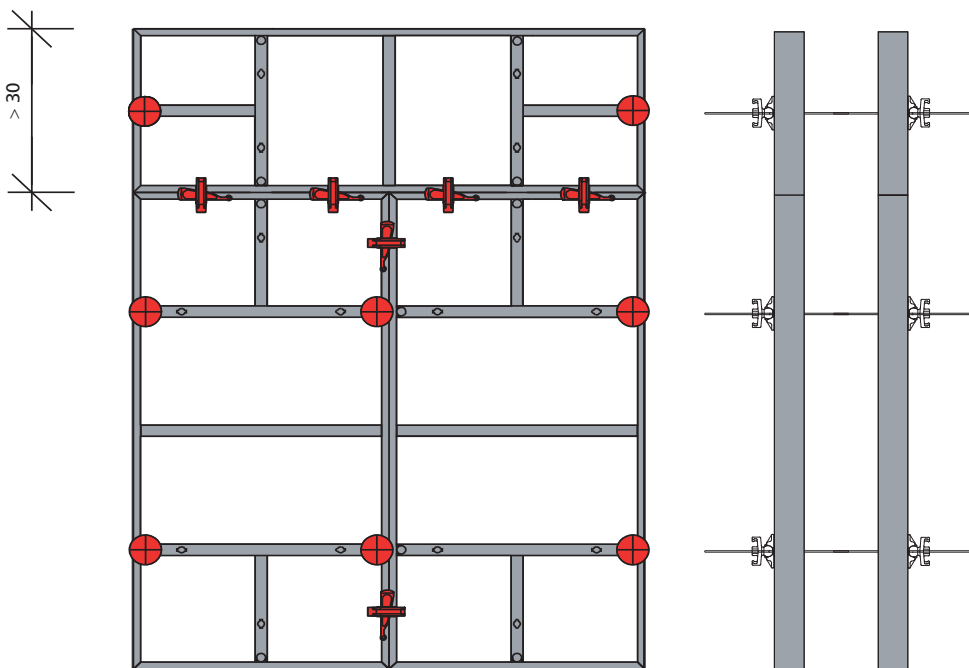

Fig. 32.1
■ Si el incremento excede 30 cm, esto es, si el panel superior tiene más de 30 cm de ancho, asegúrese de utilizar los orificios de ensamble mostrados en la Fig. 32.1.